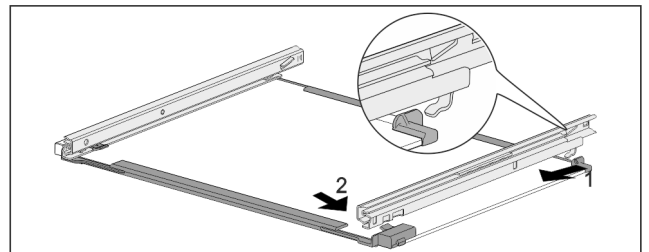

Fig. 83 Placa de cristal con rieles
- ▶ Enganche el riel en la parte posterior. Fig. 83 (1)
- ▶ Enganche el riel en la parte delantera. Fig. 83 (2)